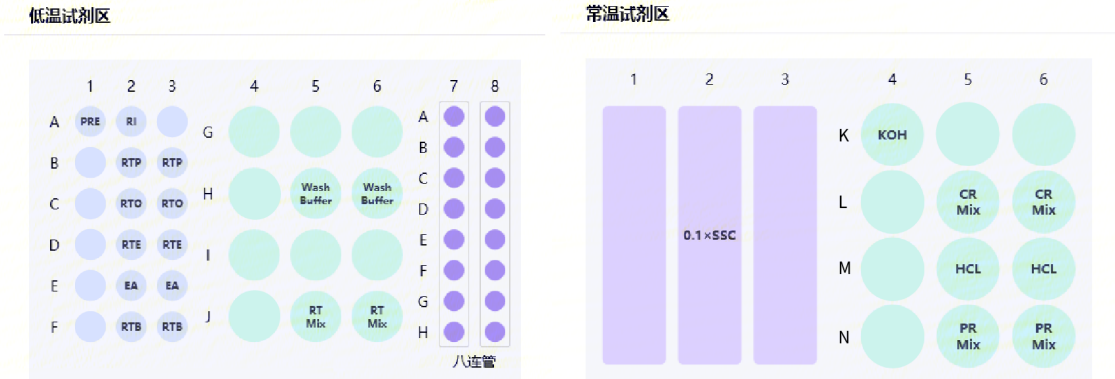
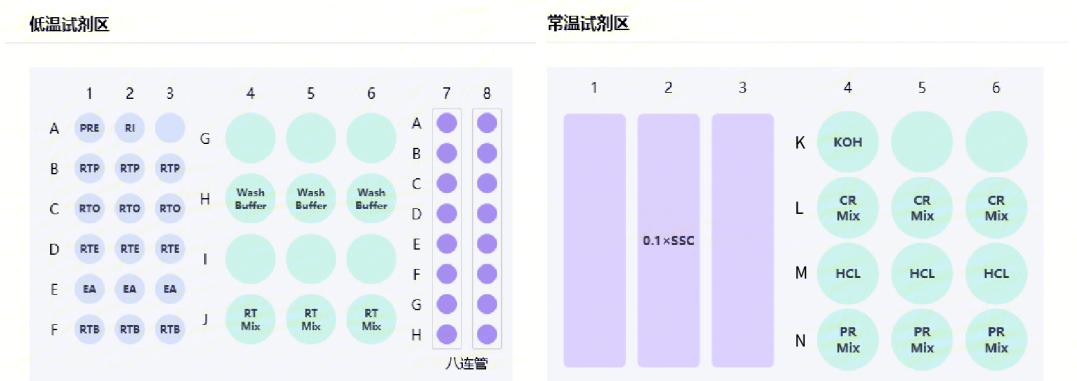

图 3-11 仅 C、B 两个反应模块使用时，低温试剂 & 常温试剂区的试剂及耗材放置示意图
图 3-12 C、B、A 三个反应模块均使用时，低温试剂 & 常温试剂区的试剂及耗材放置示意图
Go Spatial-V2-24 适配 FF 转录组 V1.3 应用，采取模块化分时上样模式，推荐按照“上料区 C → 上料区 B → 上料区 A”的顺序进行多模块上样。根据实验的样本数量、不同的透化时间，一次性将所有芯片需要的试剂准备好，在第一个模块的芯片上料时，将所有芯片需要的试剂按照实际情况，参考如下 Go Spatial 台面所示（图 3-11 & 3-12），打开管盖并摆放好。使用 2 个反应模块（C&B）：请参考图 3-11 放置低温试剂和常温试剂；使用 3 个反应模块（C&B&A）：请参考图 3-12 放置低温试剂和常温试剂。
a. 仅使用 C 和 B 反应模块：请参考图 3-11 放置低温试剂和常温试剂；
b. 使用 3 个反应模块：请参考图 3-12 放置低温试剂和常温试剂。